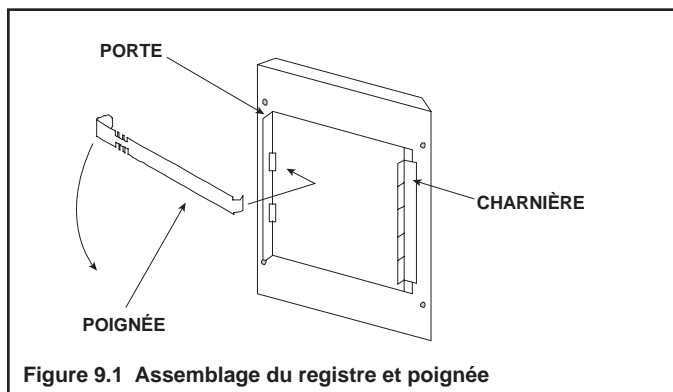

Figure 9.1 Assemblage du registre et poignée
- Placez la charnière de porte vers l'arrière de l'appareil (voir la figure 9.1).